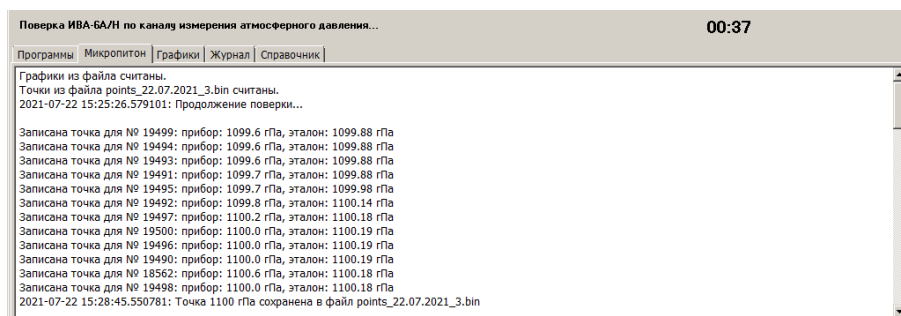

Рисунок 23 – Автоматическая запись точки.
- 9.3.3.3. Программа запросит ввести показания эталона, после чего зафиксирует показания термогигрометров, что можно наблюдать на вкладке «Микропитон» (Рисунок 23).